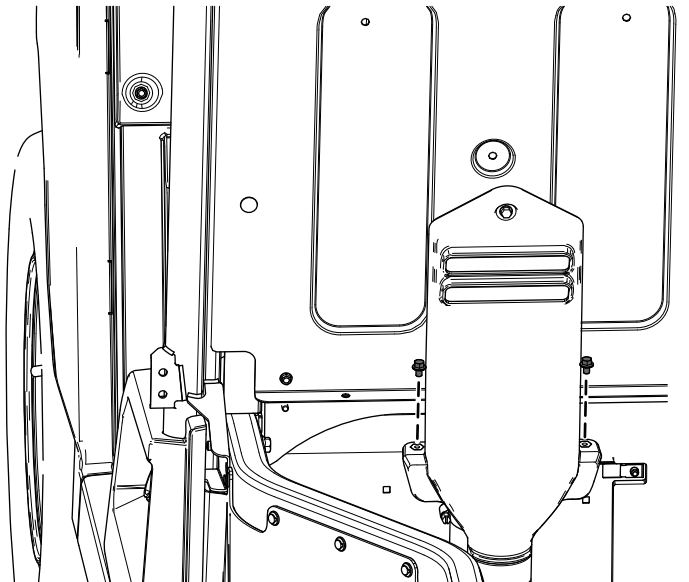

Figure 23
- A. Retirez les 2 boulons à embase ( $\frac{1}{4}$ " x  $\frac{3}{8}$ ") du capot d'admission de CVT (Figure 23).